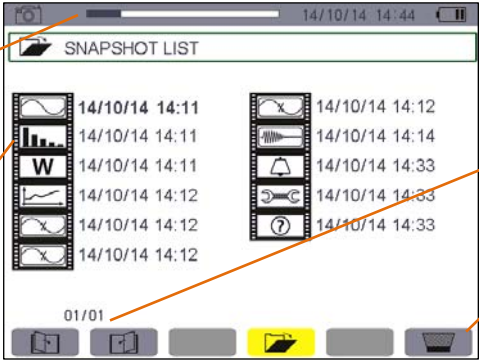

图 12-2 屏幕快照列表图例
在任一模式下，用户可短按  键直接进入截图列表进行截图浏览，如图 12-2 所示。
- ★ 短按  键，仪器显示  图标和截图列表(参见图 12-2)。
在屏幕显示截图列表中(如图 12-2 图例所示)。